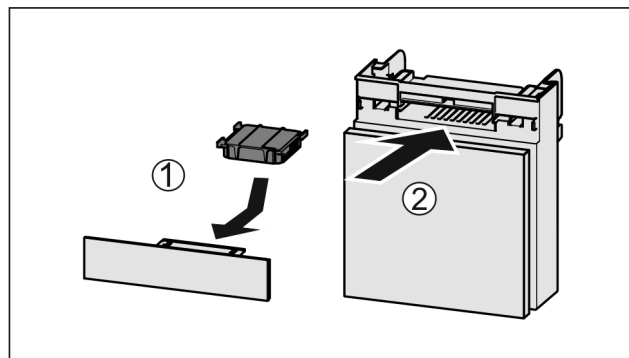

Fig. 66
- ▶ Inserire il vano Fig. 66 (2).